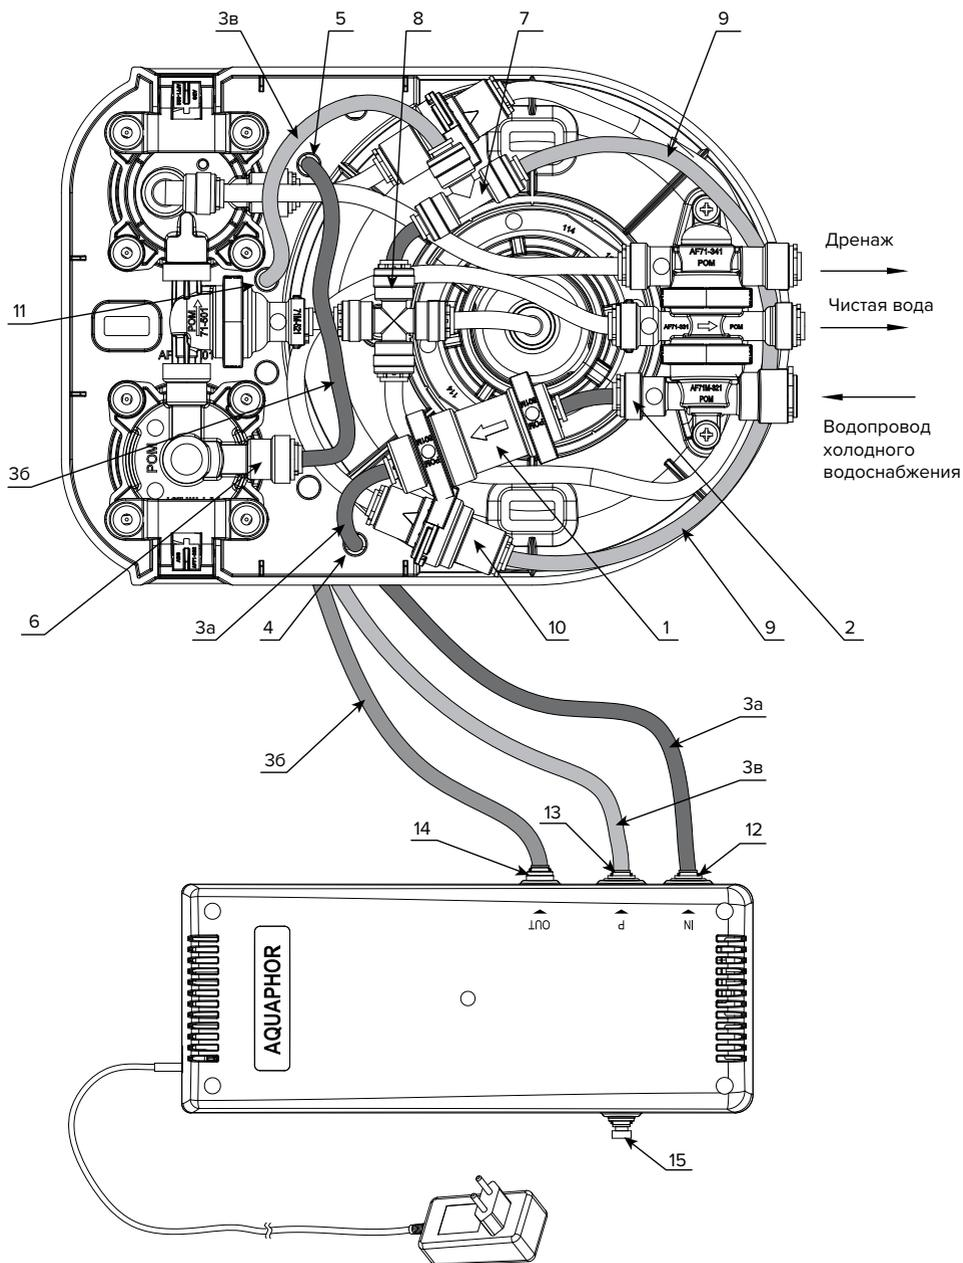

Рисунок 6. Схема подключения КПД к автоматам питьевой воды Аквафор DWM-70S и DWM-70
ПОДКЛЮЧЕНИЕ КПД К АВТОМАТУ ПИТЬЕВОЙ ВОДЫ АКВАФОР DWM-70S И DWM-70 (рис. 6)
- Установите в выходной штуцер реле высокого давления заглушку (15) (входит в комплект поставки КПД).
- Отсоедините трубку, входящую в комплект DWM, от штуцеров (2) и (6).
- Отсоедините трубку (9) от штуцера (8) крестовины.
- Подключите собранный редуктор трубкой (1), входящий в комплектацию КПД, к штуцеру (2). Убедитесь, что направление стрелки на корпусе редуктора соответствует показанному на рис. 6. После чего трубку JG (in) (3а) проденьте в технологическое отверстие (4) в консоли, затем подсоедините к свободному выходу редуктора (1) другой конец трубки подсоедините к штуцеру (12) КПД.
- Трубку JG (out) (3б) проденьте в технологическое отверстие (5) в консоли, затем подсоедините к штуцеру (6) другой конец подсоедините к штуцеру (14) КПД.
- Подключите собранный тройник с трубкой (7), входящий в комплектацию КПД, к штуцеру крестовины (8). После чего трубку JG (9), входящую в схему DWM и выходящую из обратного клапана (10), подключите к тройнику (7).
- Один конец трубки JG (3в) (входит в комплектацию КПД), предварительно продев его в технологическое отверстие (11) в консоли, подключите к свободному выходу тройника (7). Второй конец трубки подключите к штуцеру (13).
- Закройте крышку DWM. Проверьте, установку заглушки (15) в одиночный штуцер КПД (рис. 6). Заглушка должна быть вставлена в штуцер до упора и зафиксирована клипсой (рис. 2а).